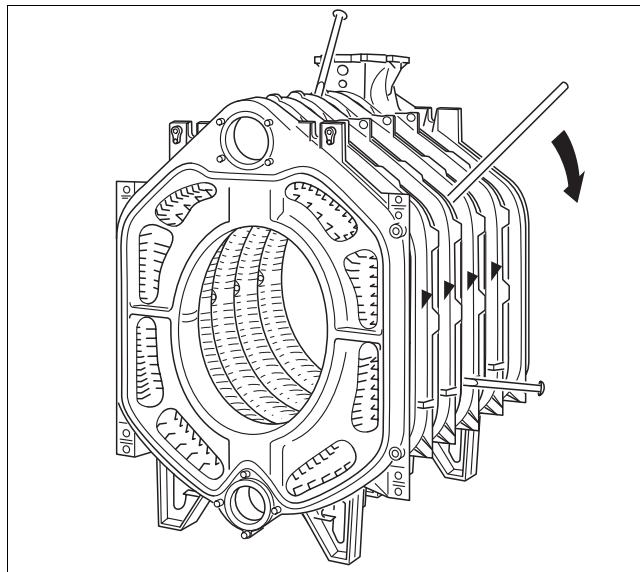

Рис. 25 Разъединение секций котла
- Вставить (забить) клинья или зубило в предусмотренные для этого места, сверху и внизу между секциями и разобрать котловой блок в месте утечки (→ рис. 25).